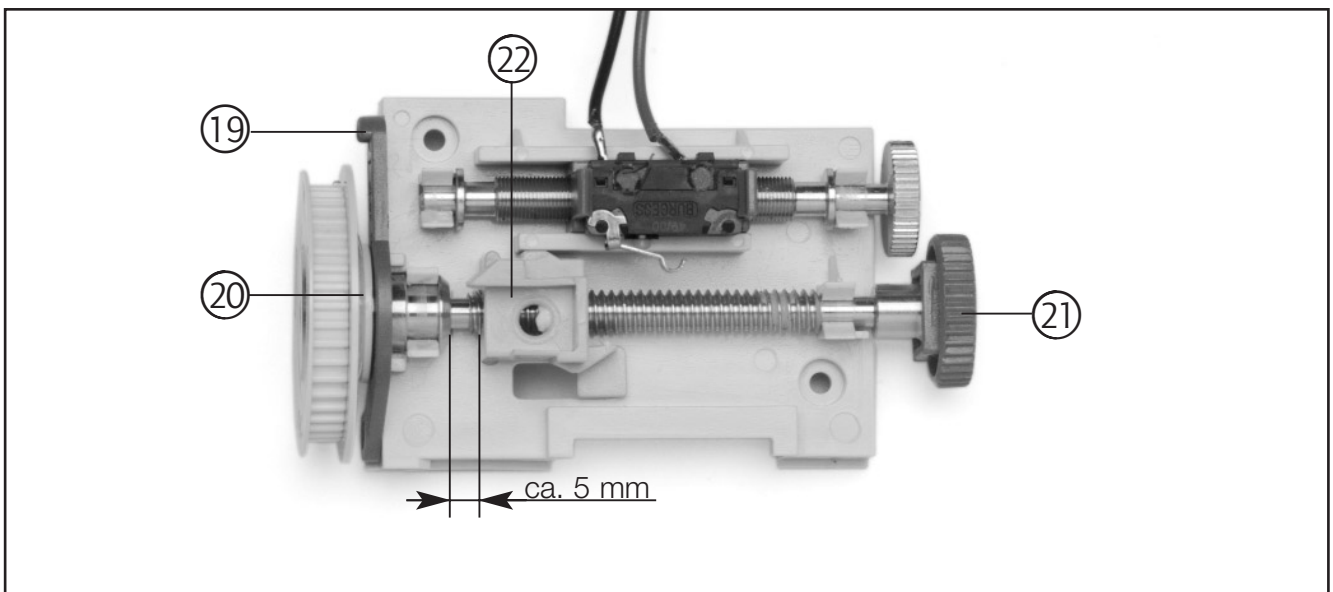

Abb. 9: Referenzpunkteinstellung (Tor ist zu)
- Entriegeln Sie die Schaltspindel, indem Sie den roten Leerlaufhebel (19) nach vorn umlegen und die innere Mitnehmerscheibe (20) des Laufrades in Richtung Spindel drücken (siehe Abb. 9).
- Drehen Sie das Rändelrad (21) solange im Uhrzeigersinn, bis sich der Schaltschlitten (22) ca. 5 mm vor dem linken abgeschrägten Bund der Schaltspindel befindet (siehe Abb. 9).